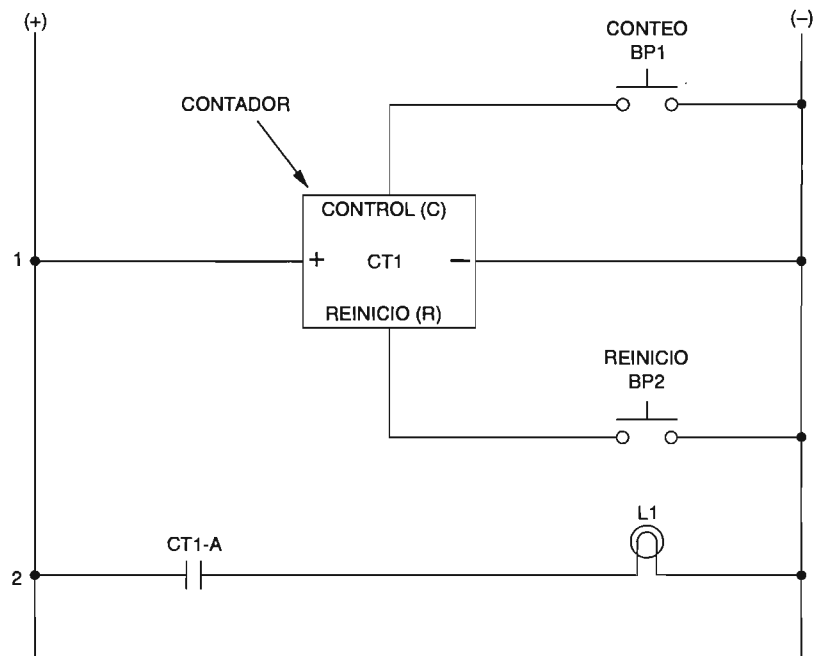

Figura 4-10. Evaluación de la operación de un contador eléctrico.
- ☐ 1. Conecte el circuito mostrado en la figura 4-10.
- ☐ 5. Libere momentáneamente el botón pulsador CONTEO BP1. ¿Qué le sucede al conteo visualizado? ¿Por qué? Explíquelo consultando el diagrama en escalera en la figura 4-10.
- ☐ 6. Mientras observa la lámpara piloto L1, libere el botón pulsador BP1 varias veces hasta que el conteo visualizado alcance el valor de preajuste de 5. ¿Qué le sucede a la lámpara L1 cuando el conteo visualizado alcanza 5? ¿Por qué? Explíquelo consultando el diagrama en escalera en la figura 4-10.